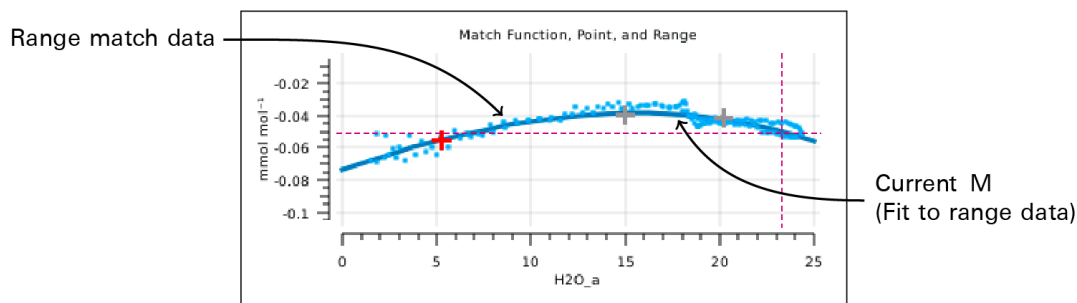

Figure 4-5. The H2O graph from the match page, with  $M$  fit to the range match data.
1.4 版本软件将匹配校正  $M$  定义为基于  $C_s$  的三阶多项式， 它可以适合区间匹配数据， 从而产生一个随  $C_s$  变化而不断更新的  $M$  (见图 4-5)。 这不仅消除了匹配后的误差， 而且减少了浓度变化时的匹配次数。 换句话说，  $M(C) \approx m(c)$ ， 而不是常数  $M$ 。